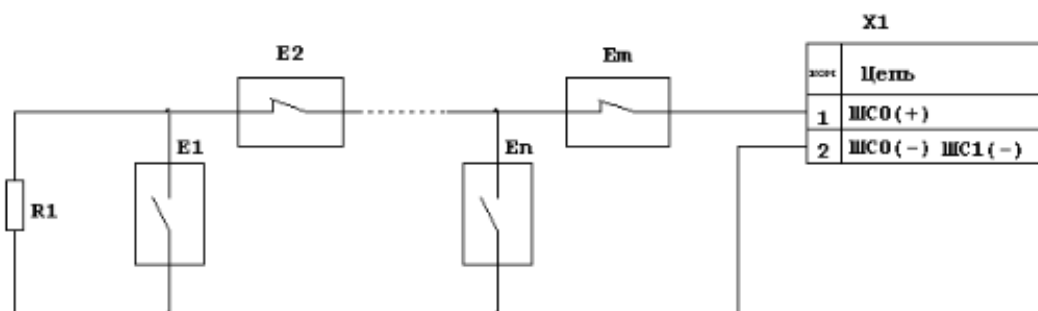

Рис.2 Схема подключения извещателей к ШС0.
7.5 К клеммам "ШС0" - "ШС15" колодки X1 подключаются охранные извещатели. Подключение охранных извещателей к ШС0 показано на рис.2. К неиспользуемым шлейфам сигнализации следует подключить резистор $5,6\text{ кОм} \pm 5\%$ С2-33Н-0,25.